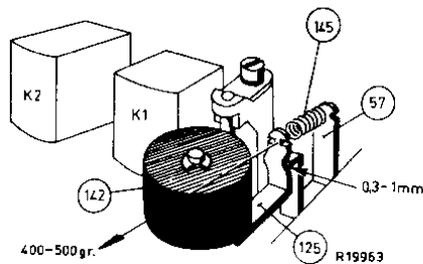

Fig. 15
8. Entre la languette sur la coulisse 57 et la languette sur la manette de galet presseur 125 il doit être un espace de 0,3 à 1,5 mm (fig. 15). Cette distance peut être ajustée en recourbant la languette sur la coulisse 57.
La force qui est nécessaire pour soulever le galet presseur 142 de l'axe d'entraînement doit s'élever à 400 à 500 grammes. (fig. 15). Cette force peut être ajustée en recourbant la languette de fixation pour le ressort 145 sur la coulisse 57.